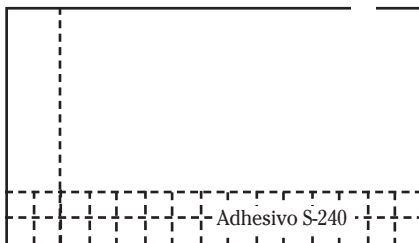

Fig. 2
1. Aplique el adhesivo S-599 en bandas de dos o tres pies (Fig. 2). No aplique más adhesivo que el que puede cubrir en 20 minutos. Permitir un tiempo de exposición al aire de 10 minutos y ajustar la baldosa del borde apretadamente reduce el desplazamiento de las baldosas y el rezumado del adhesivo. No permita que el adhesivo seque completamente.
1. Aplique el adhesivo S-240 en bandas de dos o tres pies (Fig. 2). No aplique más adhesivo que el que puede cubrir en 20 minutos. Permitir un tiempo de exposición al aire de diez minutos y ajustar la baldosa del borde apretadamente reduce el desplazamiento de las baldosas y el rezumado del adhesivo. No permita que el adhesivo seque completamente.